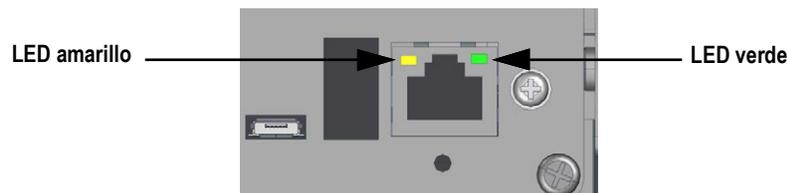

Figura 2-23. Conector de Ethernet RJ45 – Alojamiento para panel
**NOTA:** Para RS-232, los cuatro interruptores de SW3, consulte la Figura 2-23 en la página 35, deben estar en la posición OFF. Para RS-485/RS-422, los cuatro interruptores de SW3 deben estar en la posición ON.